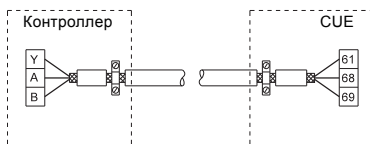

Рис. 29 Пример подключения трёхжильного кабеля с экраном, подсоединённым с двух сторон
- Подключайте экран кабеля двигателя и сигнальных кабелей к корпусу на обоих концах. См. рис. 29.